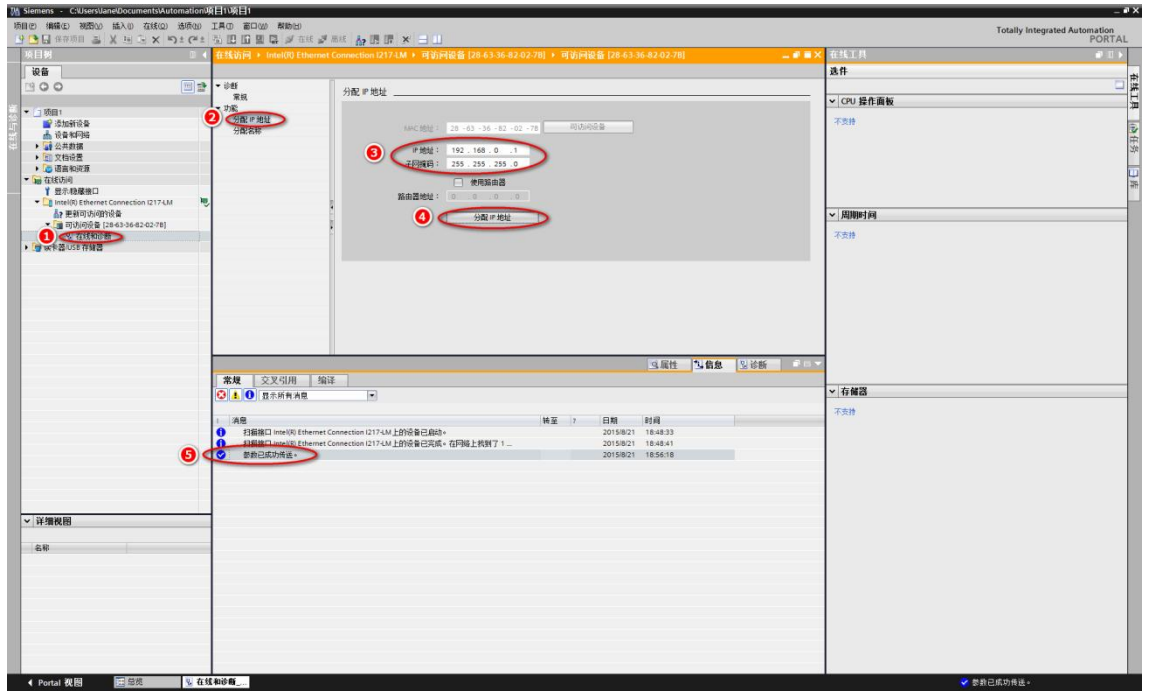

图 10
7. 点开可访问设备的下列菜单，双击“在线和诊断”选项，进入在线和诊断窗口，点击功能标签下的“分配 IP 地址”选项，输入新 IP 地址为 192.168.0.1，子网掩码为 255.255.255.0（如果网络中使用了路由器还需要配置路由器的 IP 地址），点击下方的“分配 IP 地址”按钮，当信息窗口显示“参数已成功传送”时，说明 IP 地址分配成功。操作步骤如图 10 所示。